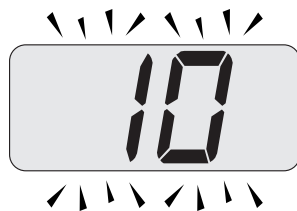

Figura 5.53
- Premere contemporaneamente i tasti 15 e 17 (Figura 5.50) fino a far apparire sul display LCD il valore del parametro 11 (10=60 secondi) (Figura 5.53).